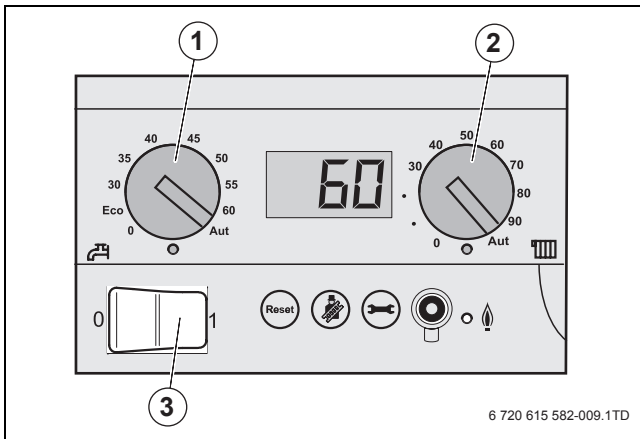

Рис. 8 Панель управления главного регулятора
- ▶ Установите кнопку включения/выключения в положение «1» (→ рис. 8, [3], стр. 12).